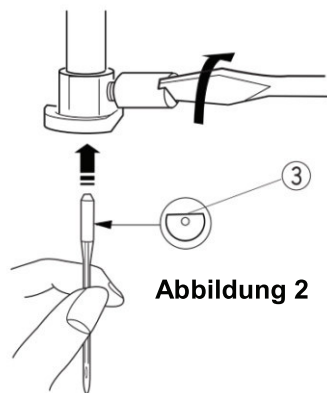

Abbildung 2
Setzen Sie die neue Nadel in die Nadelklemme. Achten Sie darauf, dass die flache Oberseite ③ der Nadel dabei nach hinten zeigt (Abb. 2). Drücken Sie die Nadel bis zum Anschlag in die Nadelklemme. Drehen Sie abschließend die Nadelklemmschraube, mit Hilfe eines Schraubendrehers, im Uhrzeigersinn (Abb. 2) fest.
- ① Nadelklemmschraube
- ② Nadelklemme
- ③ flache Seite der Nähnaedel
- ④ Abstand